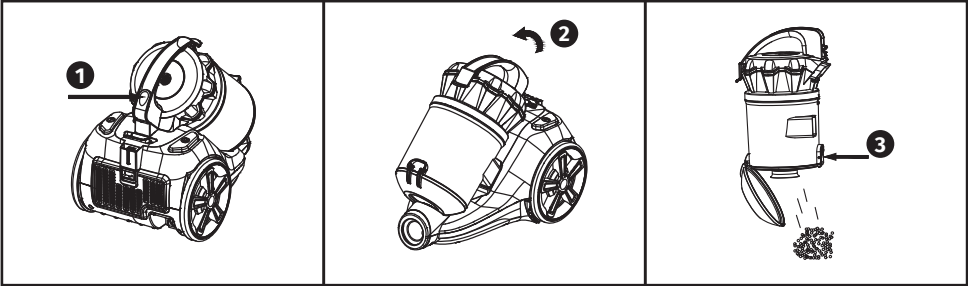

FIG 6
11. Compruebe que el contenedor de polvo esté bien asentado. **¡Importante!** No utilice nunca el aspirador sin el filtro del motor.(FIG 6)